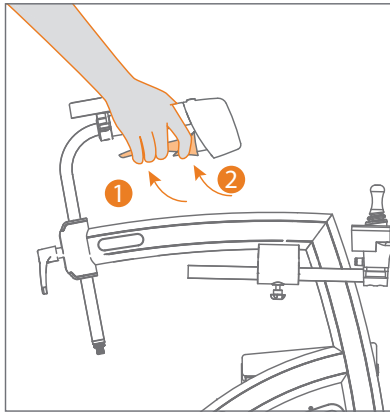

Abbildung 57: Feststellbremsen betätigen.
1. Bewegen Sie beide Hebel an der Rückseite des Rollators nach vorne (**Abbildung 57**).